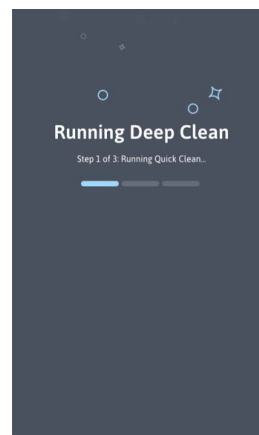

Abbildung 40
3. Das Messgerät führt zwei Waschgänge durch, gefolgt von einer automatischen Tiefenreinigung (3 Minuten). Abschließend werden automatisch noch einmal zwei Waschgänge durchgeführt (Abbildung 40). Während der 3-minütigen Tiefenreinigung nimmt das Flüssigkeitssystem Hypochlorit auf. Dabei scheint das Gerät inaktiv.